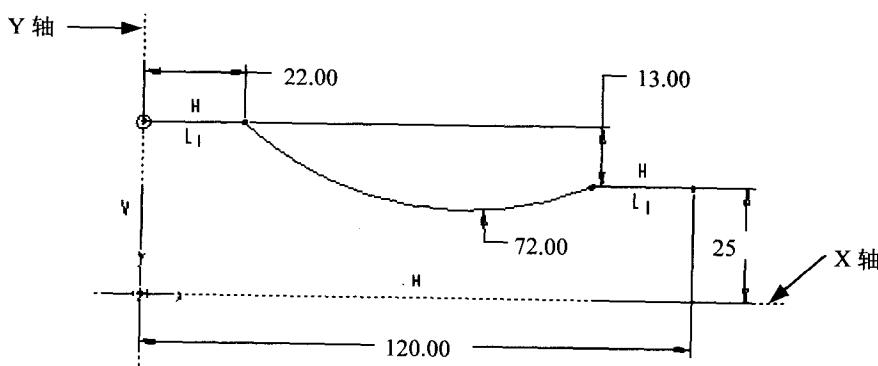

图 1-2
- ① 新建一个零件模块。
- ② 执行“插入”→“基准”→“图形”。
- ③ 输入名称为 Graph1。
- ④ 以 X 在图面绘制一个坐标，并以 Y 在x轴及y轴建立创建线。
- ⑤ 以直线绘制如图1-2所示线段并标注尺寸。